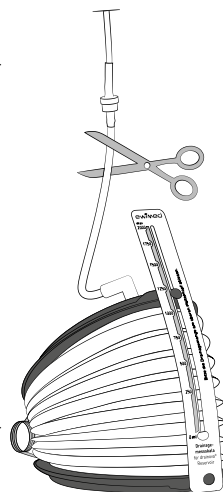

Fig. 1
4. Ora tagli il tubo sotto la valvola di ritegno* (Fig.1). Smaltire il pezzo di tubo tagliato con la pinza e il perno di inserimento. Se necessario, utilizzare il panno fornito. Per consentire lo smaltimento del liquido nel serbatoio attraverso il gabinetto, posizionare il serbatoio a testa in giù in modo che l'apertura del tubo sopra il gabinetto sia rivolta verso il basso. Spremere il serbatoio per iniziare il processo di svuotamento.